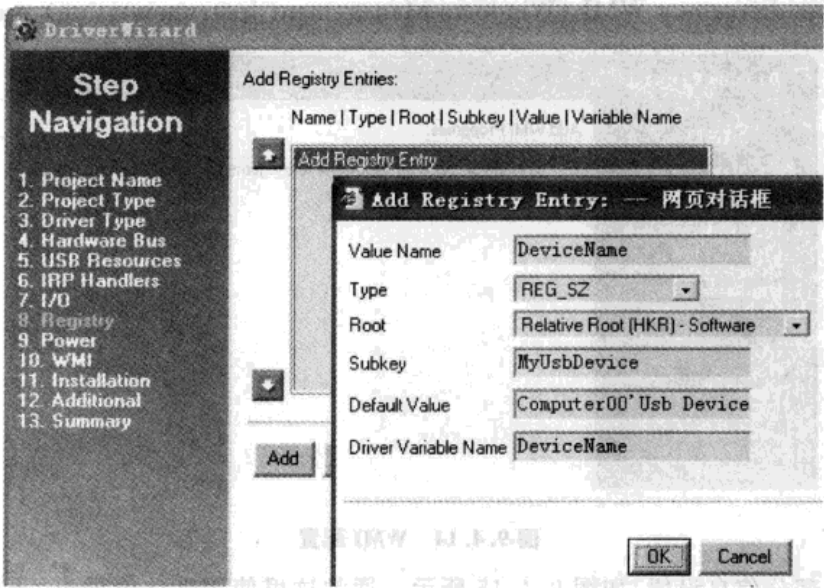

图 9.4.12 增加注册表项
(8) 增加注册表项,如图 9.4.12 所示。这里为用户自己需要增加的注册表项,可以根据